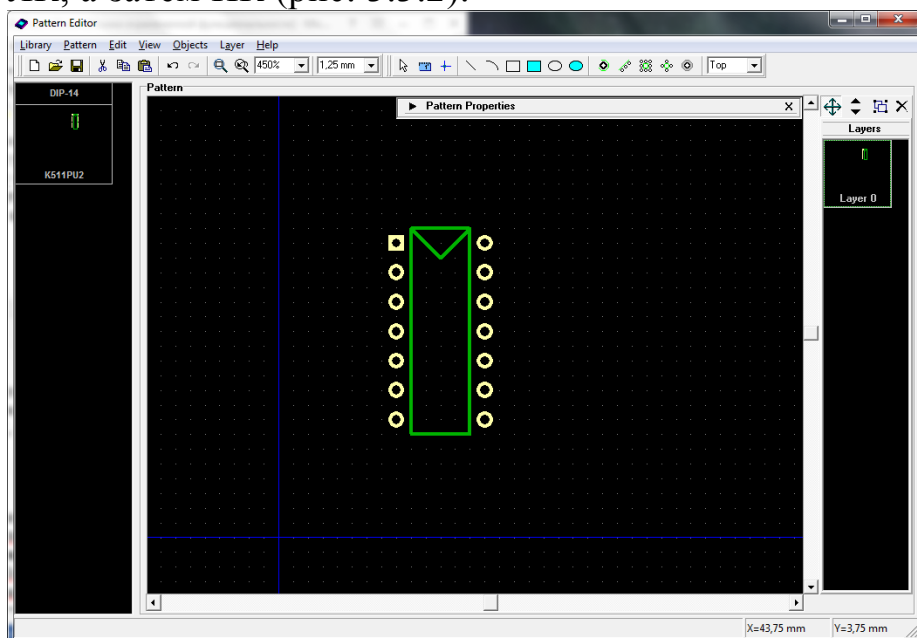

Рис. 3.3.2
4) Начертить контур микросхемы. Для этого выполнить команду **Line**. Установить курсор в первую точку пятиугольника (координаты (11,25; 26,25)) и щелкнуть ЛК. Перевести курсор во вторую точку (11,25; 8,75) и щелкнуть ЛК. Перевести курсор в третью точку (16,25; 8,75) и щелкнуть ЛК. Затем в четвертую точку (16,25; 26,25) и ЛК. Далее перевести курсор в первую точку (11,25; 16,25) и щелкнуть ЛК. Далее в точку с координатами (13,75; 23,75) и ЛК. Снова перевести курсор в 4-ю точку (16,25; 26,25) и щелкнуть ЛК, а затем ПК (рис. 3.3.2).